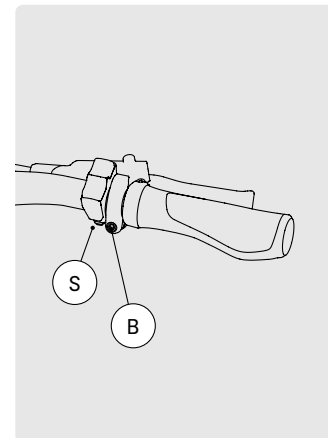

ABB. 26
- 1 Lösen Sie die Innensechskantschrauben S und B an Schalt- und Bremshebel (Abb. 26).